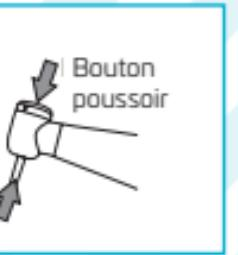

Fig. 4.1
- 1) Insérer la fraise et la faire légèrement tourner jusqu'à ce qu'elle s'engage avec le mécanisme de verrouillage. (Fig.4.1)